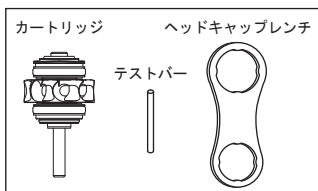

図 32
- 1 新しいカートリッジ、テストバー、本製品付属のヘッドキャップレンチを用意します（図 32）。